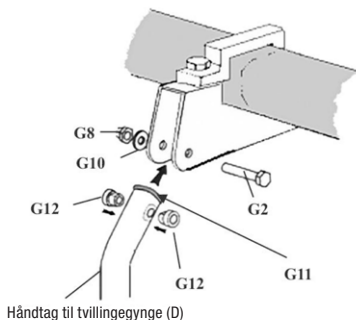

Fig 13
8. Tryk plastgennemføringerne (G11) i hver ende af håndtagene til tvillingegeyngen (D). Tryk plastmufferne (G12) i på begge sider af håndtagene. Sæt derefter håndtagene i fastgørelsen og gør fast med 50 mm M8 6-kantsbolte (G2), M8 skiver (G10) og M8 kuppelmøtrikker (G8). Se fig. 13. Gentag monteringen for de andre håndtag.